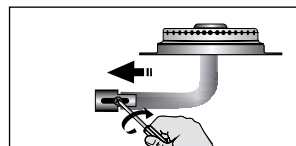

Figura 23
- Desplace dicho regulador un poco hacia lado de la fuente de calor y apriete nuevamente el tornillo en esta posición (Ver figura 23).